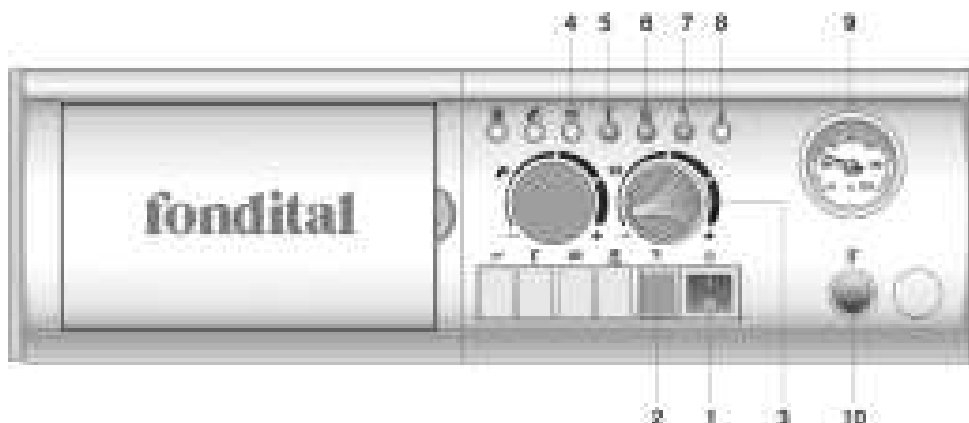

fig. 1
1.2 Funzionamento della caldaia (fig. 1)